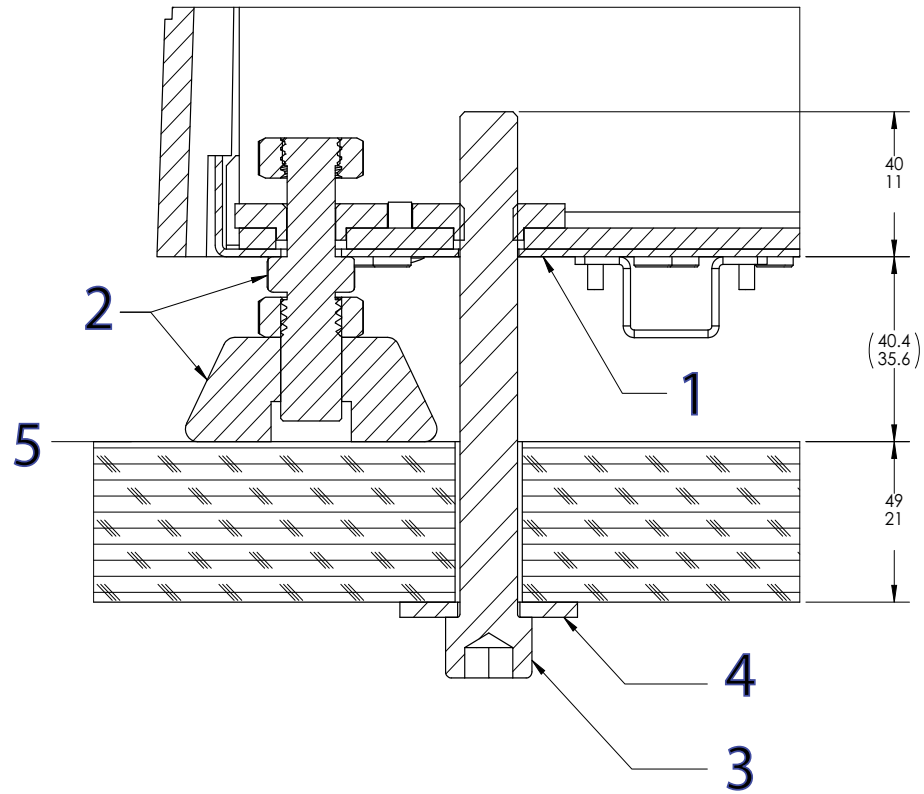

Abbildung 13. Secure the frame to the table
Legende für Abbildung 13
3. Montieren Sie jede Schraube und die Unterlegscheibe in Übergröße wie in Abbildung 13 auf Seite 62 dargestellt.